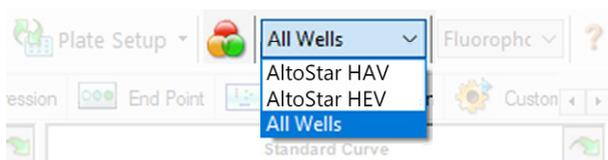

Figura 4: Pulsante Well Group (Gruppo pozzetto) e menu a discesa Well Group (Gruppo pozzetto)
Nella finestra Data Analysis (Analisi dei dati) assicurarsi di selezionare il **Well Group** (Gruppo pozzetto) del kit AltoStar® HAV RT-PCR Kit 1.5. Quindi, fare clic sul menu a discesa **Well Group** (Gruppo pozzetto) vicino al pulsante **Well Group** (Gruppo pozzetto) (vedere figura 4) della barra degli strumenti. Non usare il **Well Group** (Gruppo pozzetto) “All Wells” (“Tutti i pozzetti”). La selezione nella figura 4 è riportata unicamente a titolo di esempio generico.
1. Nella finestra Data Analysis (Analisi dei dati) assicurarsi di selezionare il **Well Group** (Gruppo pozzetto) del kit AltoStar® HAV RT-PCR Kit 1.5. Quindi, fare clic sul menu a discesa **Well Group** (Gruppo pozzetto) vicino al pulsante **Well Group** (Gruppo pozzetto) (vedere figura 4) della barra degli strumenti.